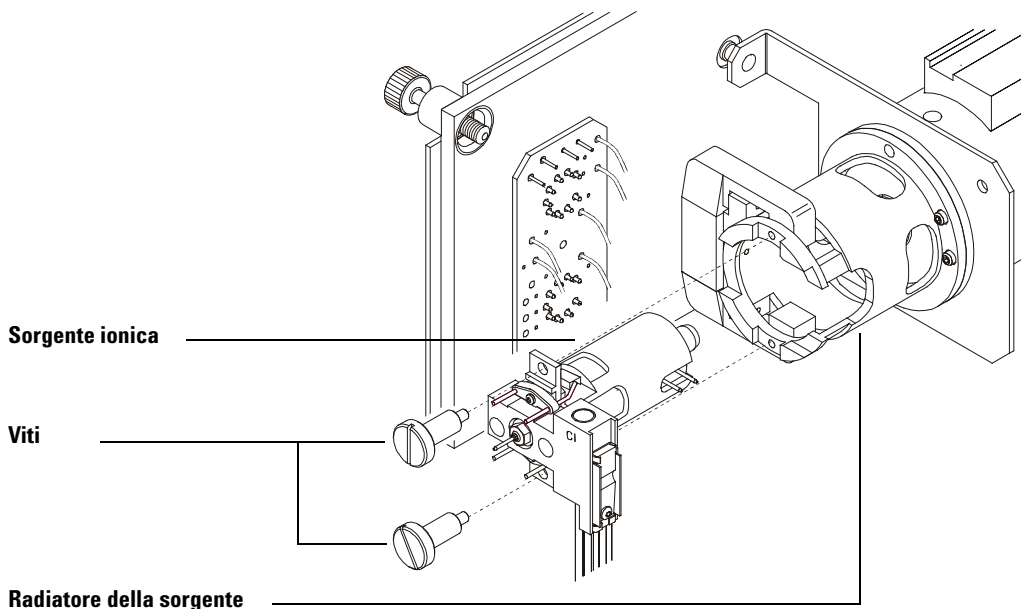

Figura 34 Installazione della sorgente ionica CI
- 4 Reinstallare le viti (Figura 34).